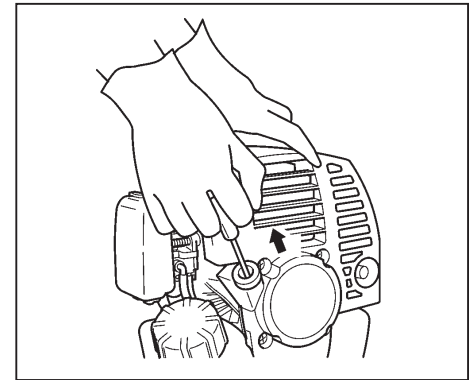

Fig. 2-3B
4. Pull recoil starter briskly, taking care to keep the handle in your grasp and not allowing it to snap back. (Fig. 2-3B)
4. Tirer vivement le démarreur à contrecoup, faisant attention à bien tenir la poignée sans la laisser se détacher brusquement. (Fig. 2-3B)
4. Tirare l'avviatore autoavvolgente rapidamente, facendo attenzione a tenere saldamente il manico in modo che non sfugga dalla presa. (Fig. 2-3B)
4. Nun kräftig am Startergriff ziehen, dabei den Griff fest in der Hand halten, damit er nicht zurückschnellen kann. (Fig. 2-3B)
4. Tirar enérgicamente del arrancador de retroceso y teniendo cuidado en no soltar el mango no permitiendo que se escape de las manos. (Fig. 2-3B)
4. Drag kraftigt i starthandtaget. Se till att greppet är stadigt! (Fig. 2-3B)